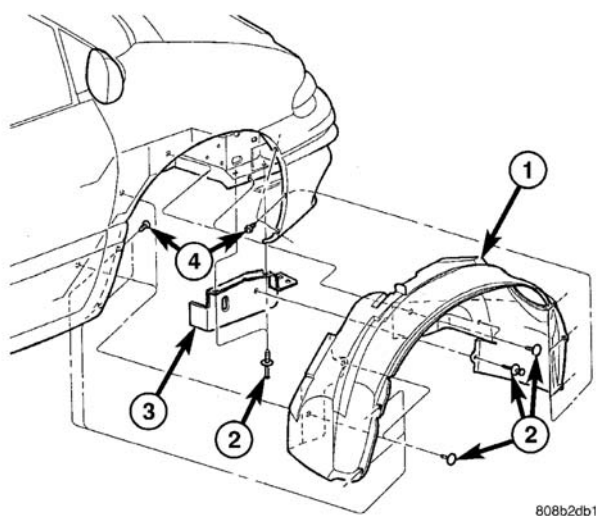

图 15 前轮罩挡泥板
- (1) 将车辆顶高并支撑在安全架上。(参见润滑和保养/举升-标准程序)。
- (2) 拆卸前轮。
- (3) 拆卸将挡泥板固定至悬架前车架纵梁的按销扣件。
- (4) 拆卸将挡泥板固定至悬架后车架纵梁的按销扣件。
- (5) 拆卸将轮罩挡泥板固定至前翼子板的螺钉。
- (6) 从车上拆下挡泥板(图 15)。
- (1) 将挡泥板装到车辆上(图 15)。
- (2) 安装螺钉, 将轮罩外挡泥板固定至前翼子板。
- (3) 安装按销扣件, 将挡泥板固定至悬架后部的车架纵梁。
- (4) 安装按销扣件, 将挡泥板固定至悬架前部的车架纵梁。
- (5) 安装前轮。
- (6) 降低车辆。